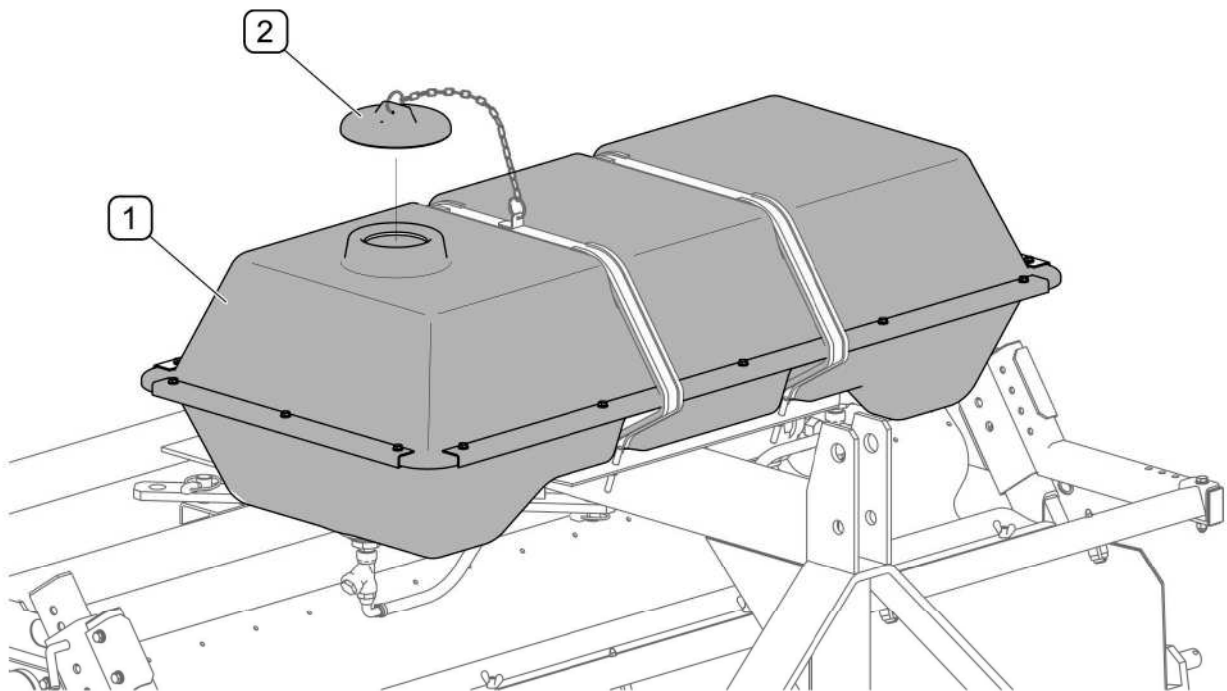

ABB. 4.4A Wasserbehälter der Sprühvorrichtung
Das Befüllen des Wasserbehälters (1) erfolgt über den mit einem Stopfen verschlossenen Einfüllstutzen (2) (Abb. 4.4A). Der Behälter hat ein Fassungsvermögen von 130 l.